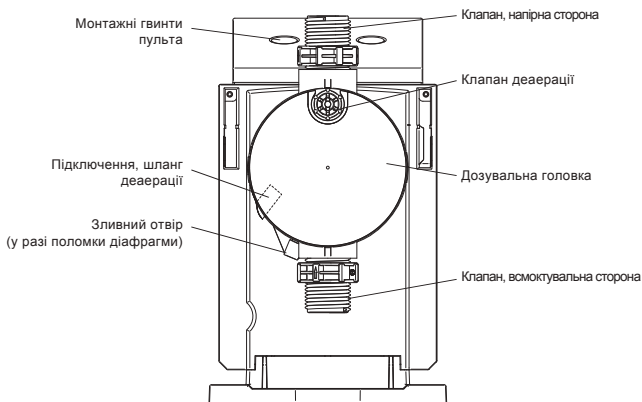

Рис. 2 – Вид ззаду
- 2) Підключіть інжектор (**поз. 1**) до трубопроводу і з'єднайте його з відповідним патрубком на стороні нагнітання на дозуючому насосі (**див. рис. 2**).